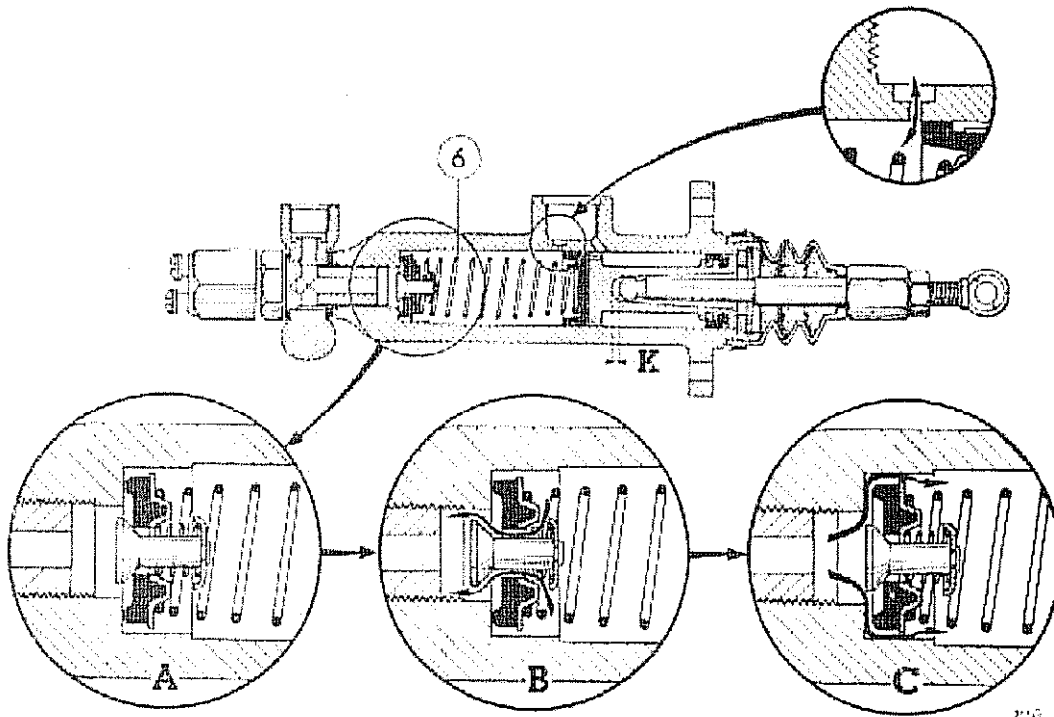

Fig. 320
Funcionamiento: En la posición de reposo, el cilindro se encuentra comunicado con el depósito de líquido por medio de un orificio de 5 mm de diámetro con salida a la parte media del pistón y por el orificio de compensación de 0,7 mm de diámetro, ubicada delante de la cubeta primaria (lado delantero del pistón). Entre el pistón y el vástago de empuje, queda un juego libre K, obtenido automáticamente al regular el juego libre del pedal de freno (Fig. 320). La válvula del cilindro, se encuentra cerrada por la presión que ejerce el resorte de retroceso del pistón (6) y por el resorte central de la válvula (detalle A, Figura 320).
guiéndose así un cierre más hermético de la cubeta. La presión del líquido aumenta a un valor tal que vence la tensión del resorte central de la válvula y el líquido es enviado a presión a la tubería principal para accionar a los cilindros de rueda, que a su vez mueven a las zapatas de freno (ver flechas Fig. 320) (detalle B).
Al soltar el pedal de freno, éste retorna rápidamente a su posición inicial atraído por un resorte de retroceso. En ese mismo momento, los pistones de los cilindros de ruedas impulsan el líquido hacia el cilindro principal debido a la presión que ejercen los resortes de retorno a las zapatas de freno. La presión de retorno del líquido es superior a la tensión del resorte de retroceso del pistón (6) y lo vence, abriendo la válvula y permitiendo el retorno del líquido al cilindro principal (ver flechas Fig. 320, detalle C). A medida que el pistón se acerca a su posición de reposo, tiene lugar en el interior del cilindro un fenómeno muy importante. En efecto, si por cualquier circunstancia, el conductor necesita accionar nuevamente el freno, el cilindro principal no actuaría con toda su eficacia, ya que no habría finalizado la carrera de retorno del frenado anterior y el volumen de líquido a comprimir es menor.